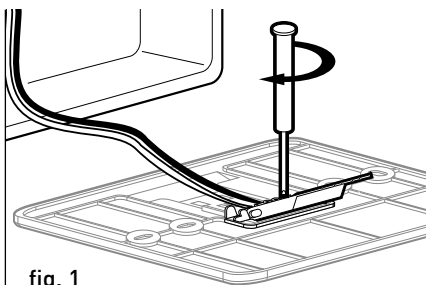

fig. 1
- alvorens de draden op de basis van de systeeminterface aan te sluiten, het beveiligingslijpje van de stekker verschuiven en optillen (fig.1);